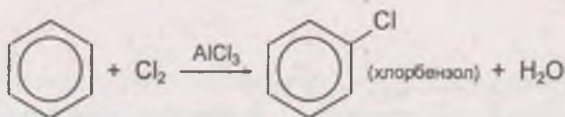

Рис. 115
- 1) галогенирование — при взаимодействии бензола с галогеном (хлором) атом водорода ядра замещается галогеном (рис. 115).